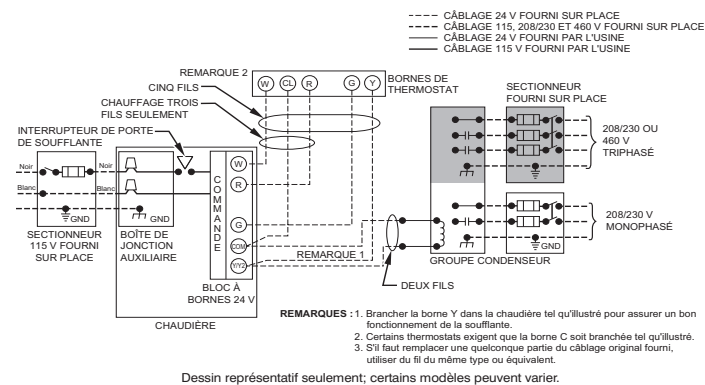

Fig. 33 – Schéma de câblage type d'un appareil à une phase
6. Branchez l'alimentation électrique et les fils neutres aux fils d'alimentation électrique de la chaudière, comme illustré à la Fig. 33.
5. Branchez les fils neutres et les fils électriques aux fils d'alimentation électrique de la chaudière, tel qu'illustré à la Fig. 33.